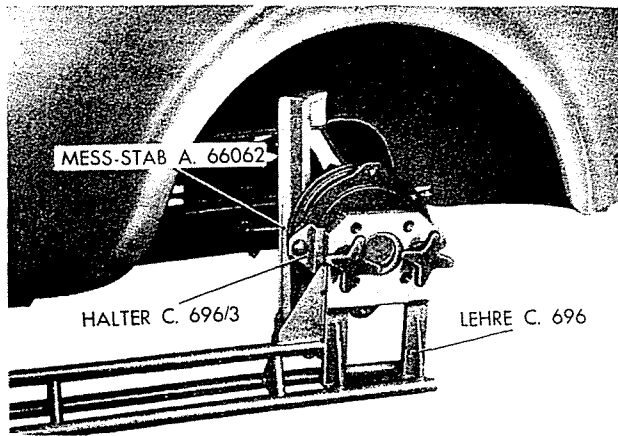

Abb. 260 - Kontrolle der linken Hinterradeinstellung.
(Siehe auch Abb. 260 und 261).
b) Das Werkzeugpaar A. 66062 zum Zusammendrücken der Hinterfedern und zur Sicherung der Hinterräder in senkrechter Stellung anbringen (Abb. 260).
d) Haltebügel C. 696/3 an der Bremstrommel befestigen und an ihm dann die Lehre C. 696 anbringen und durch beide Knebelschrauben sichern (Abb. 260).